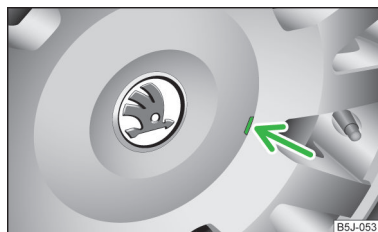

Fig. 137
- Démontez les enjoliveurs de roue avec précaution à l'aide de l'étrier métallique faisant partie de l'outillage de bord » fig. 137.